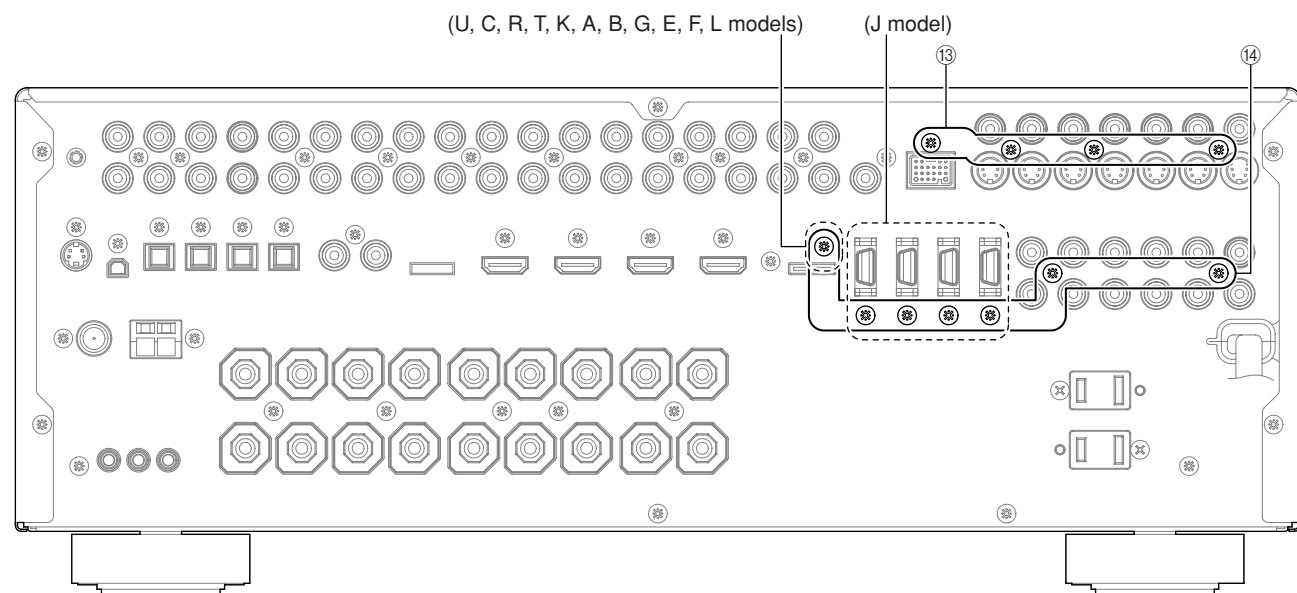

Fig. 5
- b. Remove 4 screws (13). (Fig. 5)
- e. Remove 3 screws (14). (Fig. 5)
- b. ⑬のネジ4本を外します。(Fig. 5)
- e. ⑭のネジ6本を外します。(Fig. 5)